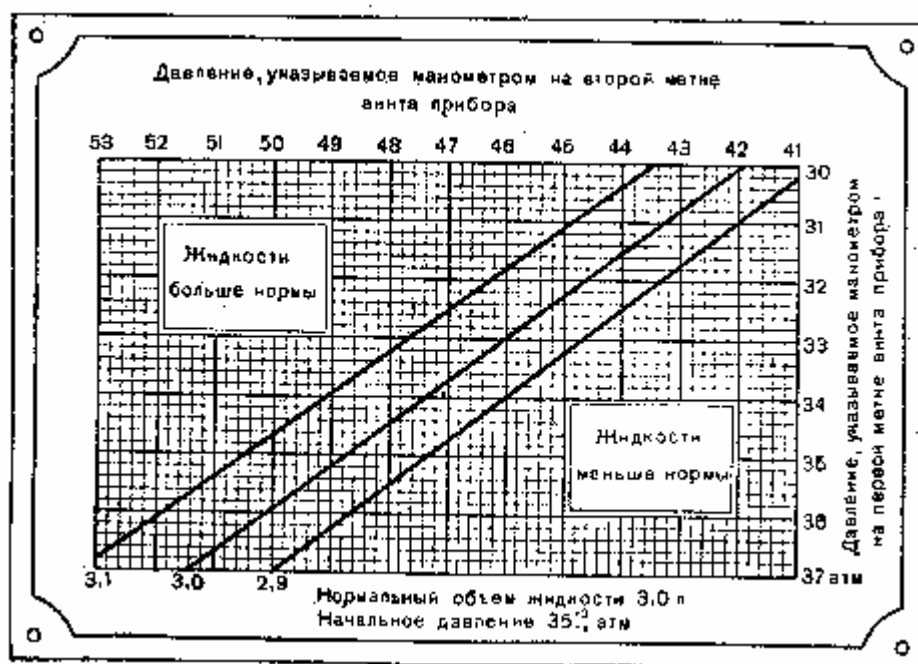

Рис. 186. График для определения количества жидкости в накатнике
- 9) По двум показаниям манометра (на первой и второй рисках винта) определить по графику (рис. 186) количество жидкости в накатнике следующим образом: отыскать на графике точку пересечения горизонтальной и вертикальной линий (горизонтальные линии означают начальное давление, вертикальные — давление при штоке, оттянутом на 150 мм).